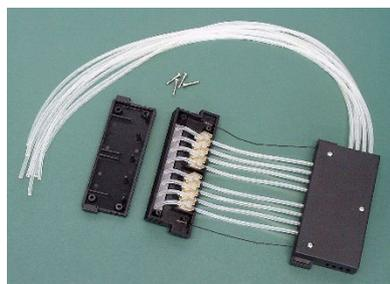

Figura 5–31. Retirada de la cubierta de la pieza inferior del casete dispensador
2. Afloje los cuatro tornillos de sujeción de la pieza inferior del casete dispensador (Figura 5–31).